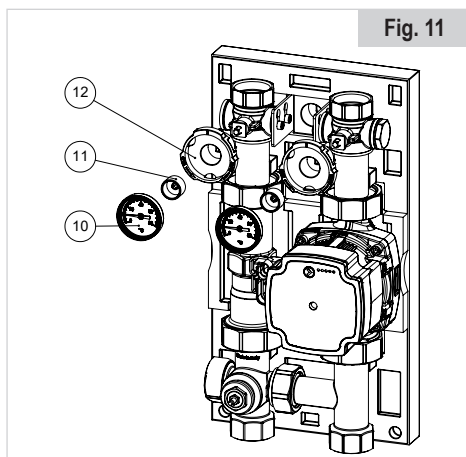

Fig. 11
- Rimuovere i termometri (10) utilizzando un cacciavite piatto, i pozzetti porta termometro (11) tramite una chiave a brugola da 6 mm, le maniglie porta termometro (12) e riposizionarle invertendo la maniglia rossa con quella blu. (vedi Fig. 11). Non è necessario smontare le valvole a sfera dalla staffa.